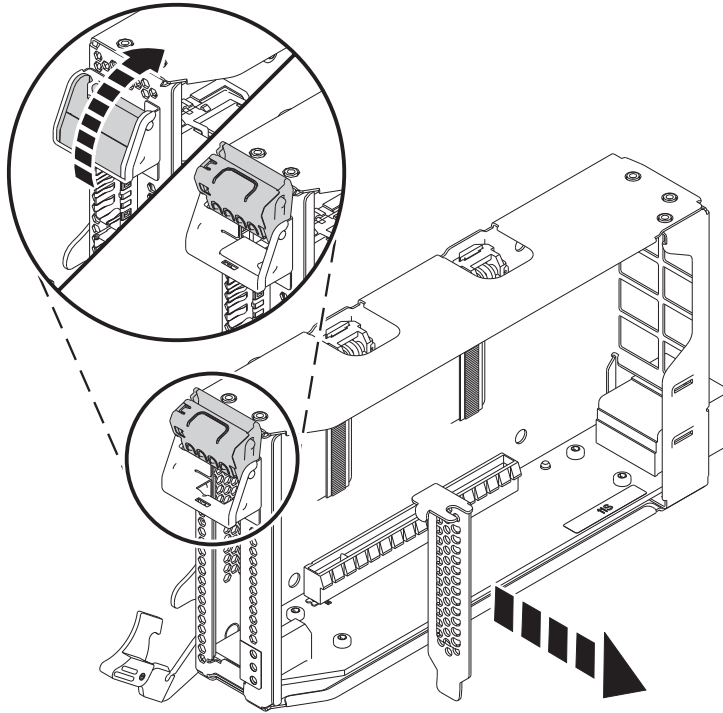

Figure 5. Retrait de l'obturateur de carte PCIe de la cassette de cartes
- c. Pour déverrouiller la contre-poupée d'obturation, faites tourner le taquet sur l'extrémité de contre-poupée de la cassette, comme illustré dans la figure 5, à la page 6.
- d. Retirez la contre-poupée d'obturation de la cassette, comme illustré dans la figure 5, à la page 6.